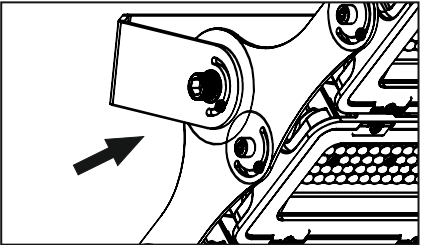

Рис. 3
- 5.13 При необходимости угол поворота осветительного прибора можно отрегулировать. Для этого необходимо ослабить боковые винты, отрегулировать угол наклона осветительного прибора, после чего надежно затянуть боковые винты (рис. 3).